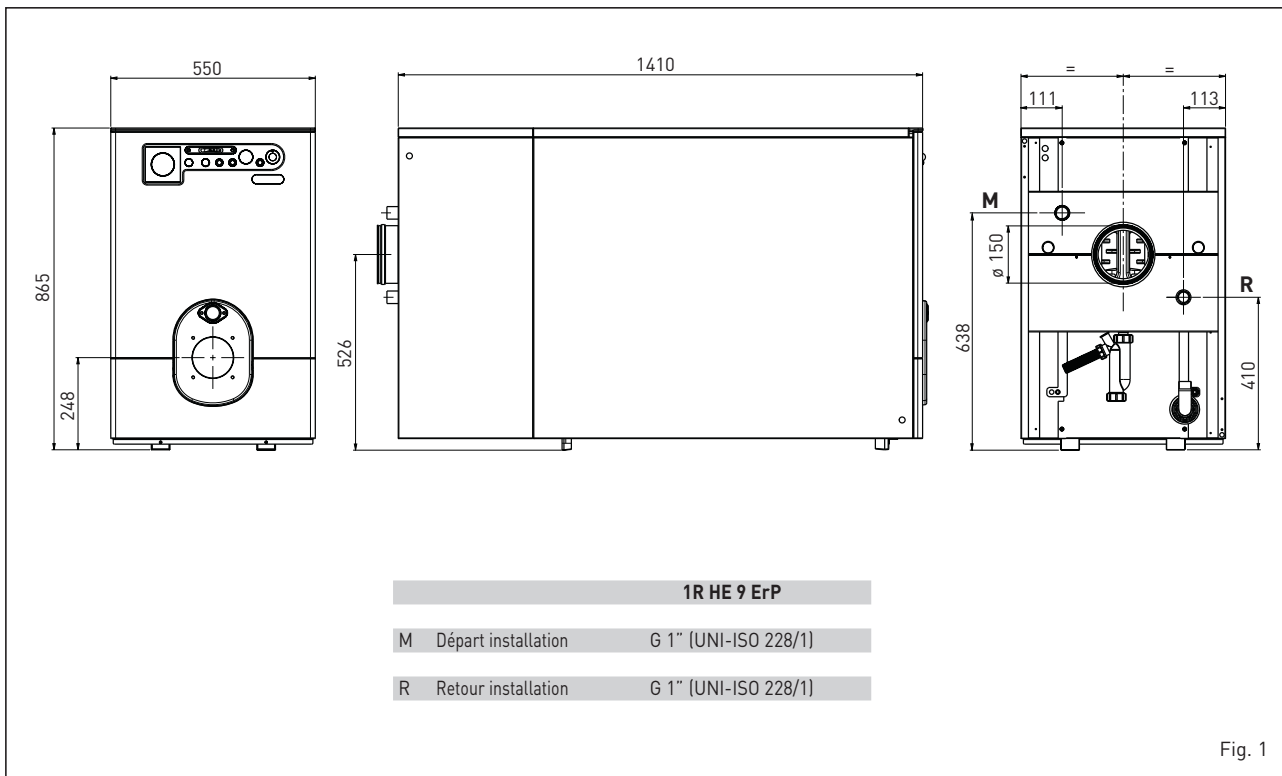

Fig. 1
1.2 DIMENSIONS D'ENCOMBREMENT (fig. 1)
Avant d'effectuer les branchements hydrauliques, assurez-vous que les indications données à la fig. 1 soient scrupuleusement observées.